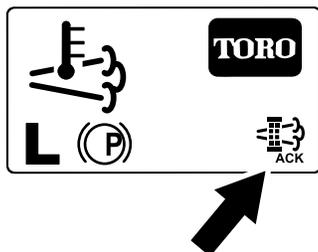

图32
8. InfoCenter (信息中心) 将显示主屏幕, 且再生过程中再生确认图标 (图32) 将出现在屏幕右下角。